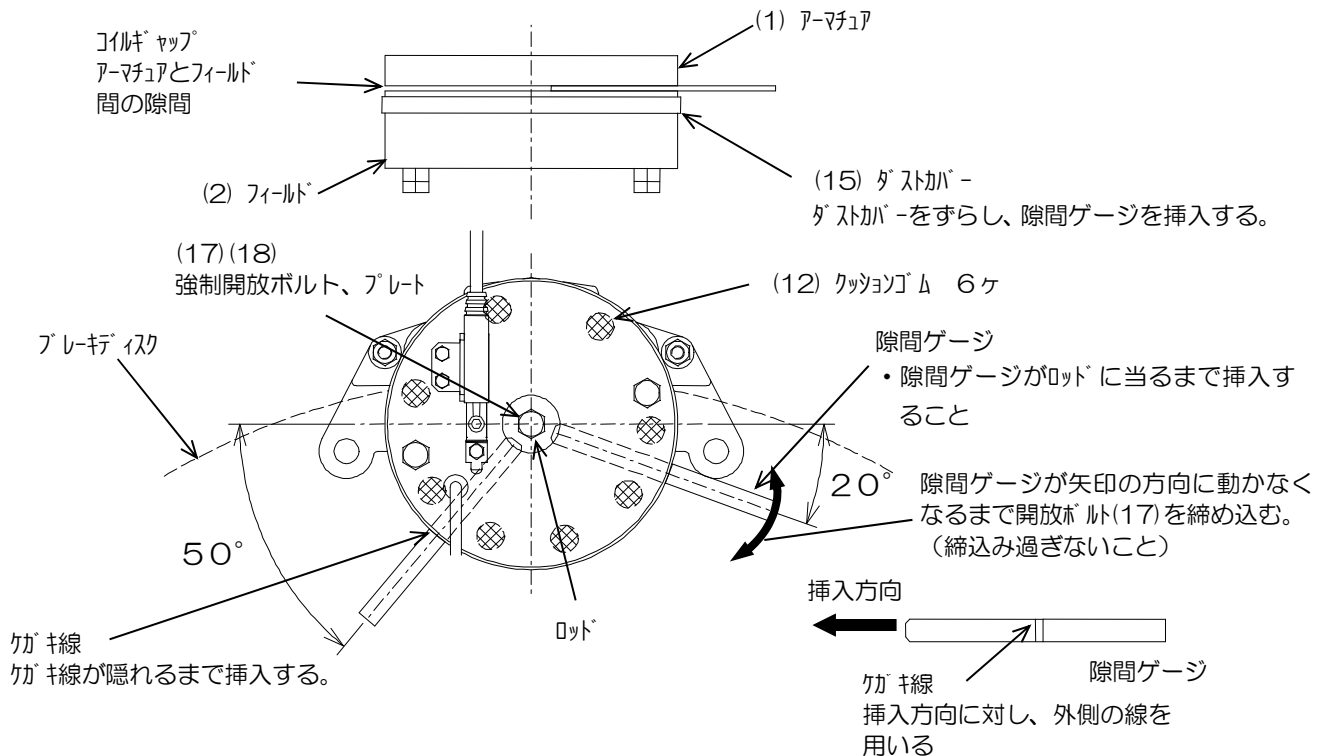
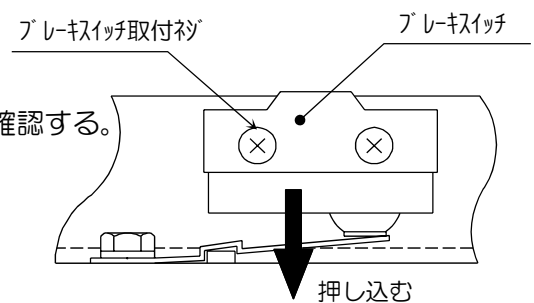

図6 隙間ゲージの挿入要領
図9 ブレーキスイッチ調整
- ①隙間ゲージ(巻上機付属品)を準備する。
- ②アーマチュア(1)とフィールド(2)の間に0.12tの隙間ゲージを挿入する。
- ・隙間ゲージ挿入要領 図6を参照のこと。(※2ヶ所から同時に挿入する。)
- ③強制開放ボルト(17)、プレート(18)を取付け、強制開放ボルト(17)を締め込む。
- ④ブレーキスイッチが動作していることを確認する。
- ・③を終えた状態で、スイッチが動作していることを確認する。
- ⑤強制開放ボルト(17)を緩める。
- ⑥アーマチュア(1)とフィールド(2)の間に0.1t×2枚(0.2mm)の隙間ゲージを挿入する。
- ・②と同じ要領で実施する。
- ②アーマチュア(1)とフィールド(2)の間に隙間ゲージを挿入する。
- ③強制開放ボルト(17)、開放プレート(18)を取付け、強制開放ボルト(17)を締め込む。
- ④ブレーキスイッチ取付ネジを緩める。(図9参照)
- ⑤ブレーキスイッチをゆっくり押しこむ。
- ⑥強制開放ボルト(17)を緩める。
- ⑦アーマチュア(1)とフィールド(2)の間に0.12tの隙間ゲージを挿入する。
- ⑧強制開放ボルト(17)を締め込む。
- ・③と同じ要領で実施する。
- ⑨ブレーキスイッチが動作していることを確認する。